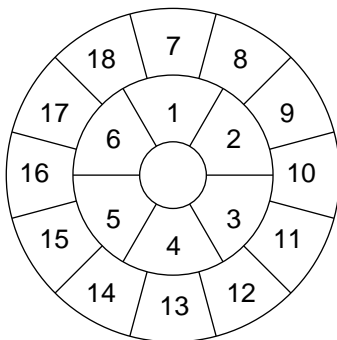
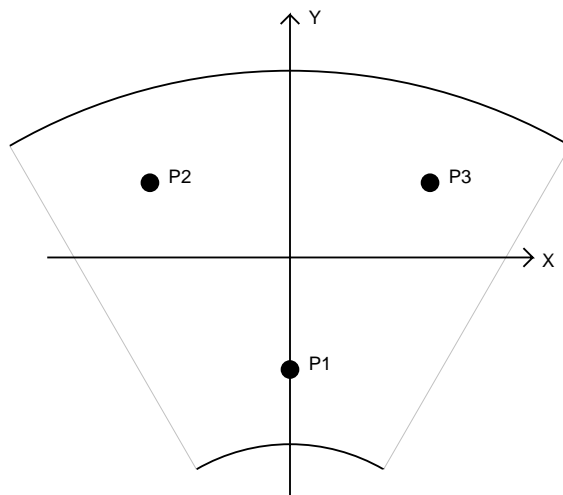

図 1: セグメント ID
図 3: セグメント概形
- セグメント ID (図 1; 1-18)
アクチュエーターの制御値は、':' で区切られた 3 つの値で構成され、それぞれ定数の固定バイアス、乱数をかけて加える固定バイアス、アクチュエーターを固定するかどうか、を示す。固定バイアスはシミュレーターのループ前に一度だけ初期化されるため、乱数値を指定しても、毎回のループで反映されるわけではない。3 つ目のアクチュエーターを固定するかどうかについてのフラグは、0 で制御に利用、1 で固定されることを示す。アクチュエーターの ID1-3 は図 3 で定義し、それぞれの位置は表 1 となる。
なお、以下で 1 行の中で一つのカテゴリ (アクチュエータ・ギャップセンサーなど) についての数値の並び順は、アクチュエーターでは図 1 および図 3 で定義されたアクチュエータ ID の順² とし、ギャップセンサーについてはギャップセンサー定義ファイルでの定義順とする。